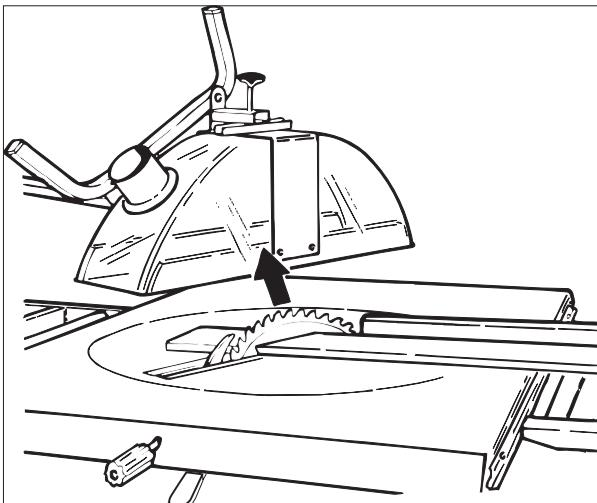

Fig. 15
- Legg arbeidstykket mot anholdet, og kapp ved å heve sagbladet. Se fig. 15.